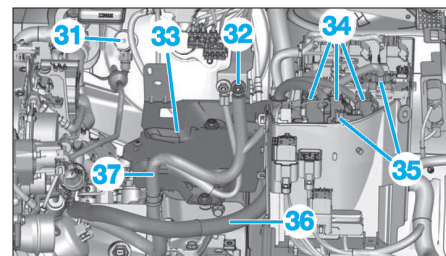

Fig. 86
- Désaccoupler le tuyau de dépression (31) (Fig.86).
- l'écrou (32),
- le support de batterie (33).
- Débrancher les connecteurs (34) et (35).
- Ecarter les faisceaux (36) et (37).